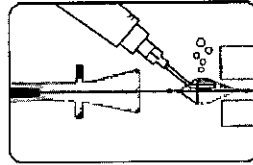

Figura 8
- Usar la jeringa con la punta de lavado para eliminar todas las burbujas de aire del elemento filtrante. Colocar con suavidad la punta blanca dentro del elemento filtrante y lavarlo (figura 8).